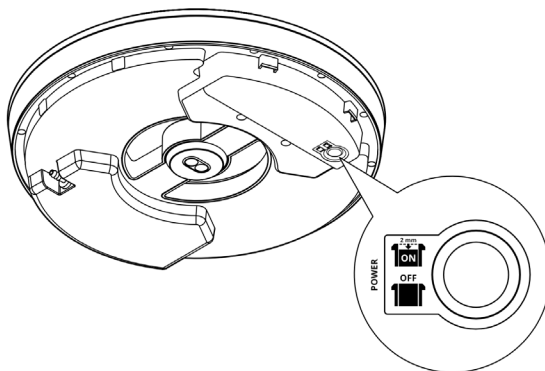

Abbildung 11
3. Aktivieren Sie die Boum Steuerung, wenn Sie in der App dazu aufgefordert werden. Drücken Sie dazu den ON/OFF Schalter auf der Unterseite der Boum Steuerung (siehe Abb. 11). Die Boum Steuerung wechselt dann nach einigen Sekunden in den Kopplungsmodus, der durch eine blinkende, blaue Status LED auf der Deckel Oberseite angedeutet wird. Hinweis: Bei starkem Sonnenlicht ist das Blinken der LED unter Umständen nur schwer zu erkennen. Dies beeinträchtigt die Funktionsweise oder Bedienbarkeit des Gerätes aber nicht.